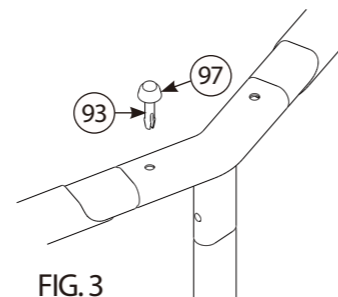

FIG. 3
C. À la dernière connexion, installez le dernier Raccord-Té sur l'extrémité d'une poutre. Soulevez les deux dernières Poutres pour former un angle entre elles qui facilitera l'introduction de leur extrémité dans le Raccord-Té en abaissant les deux poutres ensemble. **Fig. 2.** Cette opération peut nécessiter deux personnes. Maintenant commencez à placer les Goupilles (93) / OEillets (97) par le haut des Raccords-Té jusqu'à ce que chaque Goupille s'enclenche en place dans le Raccord-Té, comme dans **Fig. 3.**